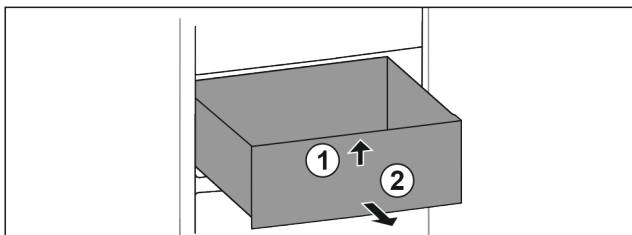

Fig. 26
- ▶ Приподнимите выдвжной ящик спереди. Fig. 26 (1)
- ▶ Извлеките выдвжной ящик движением вперед. Fig. 26 (2)